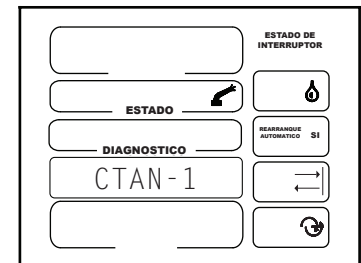

Figura 29-2
1. La pantalla mostrada en la Figura 29-2 significa que el sector 1 de contorno ancho no está programado. Si el área de voltaje está en blanco, esto significa que no hay ajustes para el sector de contorno ancho indicado.